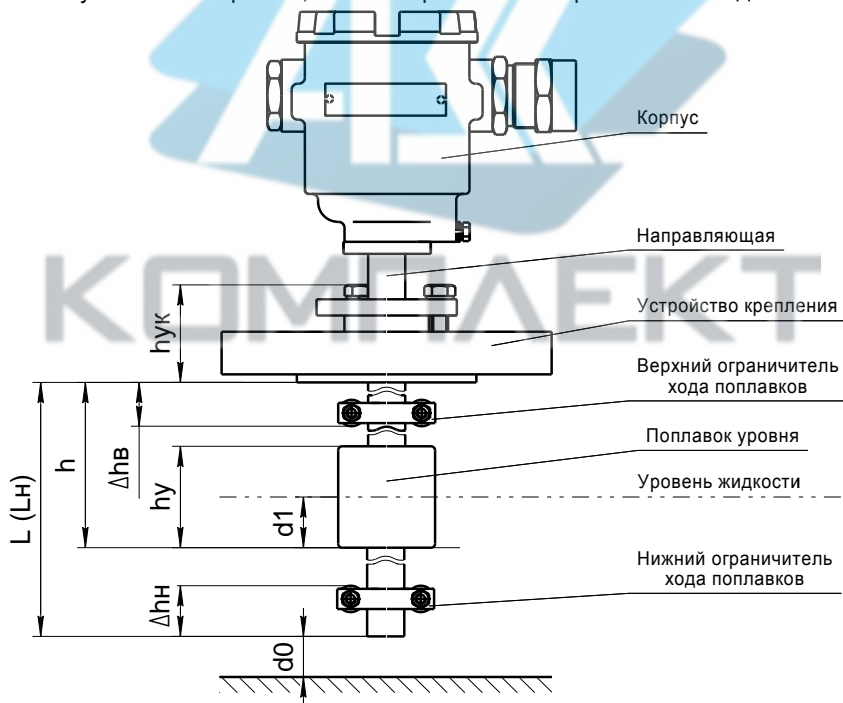

Рисунок 4
2.1.14 Нижний предел измерений уровня  $H_n$  (рисунок 4) определяется по формуле, мм:
Величина верхней неизмеряемой зоны  **$\Delta h_{в}$**  определяет положение верхнего ограничителя хода поплавка (рисунок 4) относительно устройства крепления, при выпуске из производства устанавливается минимальной, равной: